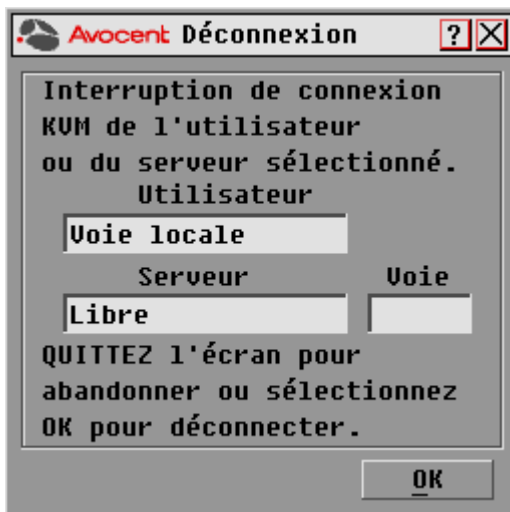

Figure 3.17 : Boîte de dialogue Déconnexion de l'interface OSCAR
3. Cliquez sur la lettre correspondant à l'utilisateur à déconnecter. La boîte de dialogue Déconnexion s'affiche, comme indiqué à la Figure 3.17.